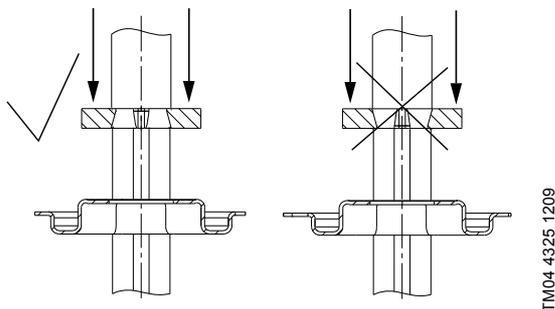

Abb. 6 Montieren des Anschlagrings
5. Die Aufnahme (Pos. 111) und den Anschlagring (Pos. 111a) montieren. Siehe Abb. 6.